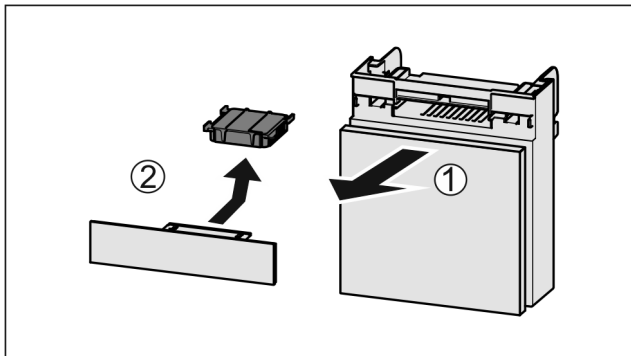

Fig. 50
- ▶ Trekk ut Fig. 50 (1) hyllen fremover.
- ▶ Ta ut Fig. 50 (2) aktivkullfilteret.